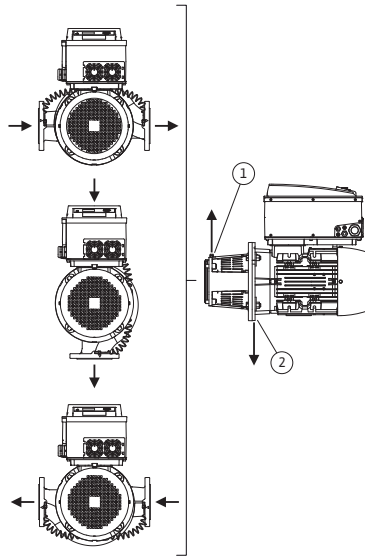
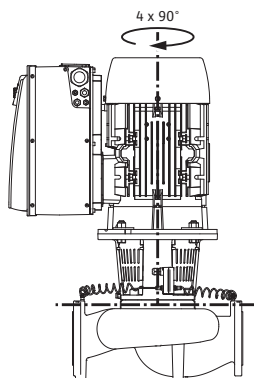

Fig. 18: Toegestane inbouwposities met horizontale motoras
Fig. 19: Toegestane inbouwposities met verticale motoras
De toegestane inbouwposities met horizontale motoras en elektronicamodule naar boven (0°) zijn in Fig. 18 weergegeven. De toegestane inbouwposities met zijwaarts gemonteerde elektronicamodule ($\pm 90^\circ$) zijn niet afgebeeld. Elke inbouwpositie behalve "Elektronicamodule naar beneden" (-180°) is toegestaan. De ontluchting van de pomp wordt alleen gegarandeerd als het ontluchtingsventiel naar boven is gericht (Fig. 18, pos. 1). Alleen in deze positie (0°) kan het condensaat gericht worden afgevoerd via aanwezige boorgaten, pomplantaarn en motor (Fig. 18, pos. 2). Verwijder daarvoor de stop aan de motorflens.
De toegestane inbouwposities met verticale motoras zijn in Fig. 19 weergegeven. Elke inbouwpositie behalve "Motor naar beneden" is toegestaan.
- Het ontluchtingsventiel op het lantaarnstuk (Fig. 6, pos. 1.31) moet bij een horizontale motoras altijd naar boven zijn gericht zijn (Fig. 6a: en Fig. 6b:). Bij verticale motoras is elke oriëntering toegestaan. Zie hiervoor ook Fig. 18: "Toegestane inbouwposities met horizontale motoras" op pagina 215 of Fig. 19: "Toegestane inbouwposities met verticale motoras" op pagina 215.
- Bij een horizontale motoras is de positie van de condensaatboring naar onderen vereist (Fig. 18, pos. 2). Eventueel moet de motor worden gedraaid.